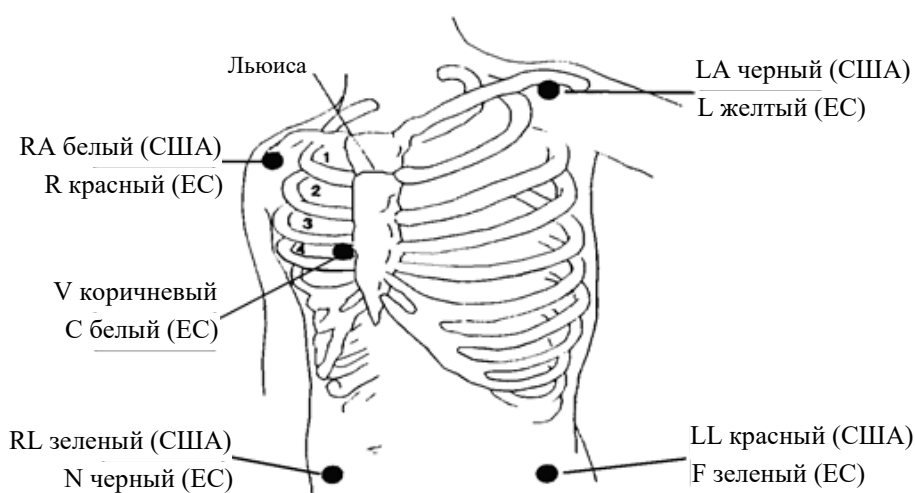

Рис.11-3. Позиция размещения электродов с 5 отведениями
Для конфигурации с 5 отведениями разместите грудной электрод (V) в одной из следующих позициях (рис. 11-3).